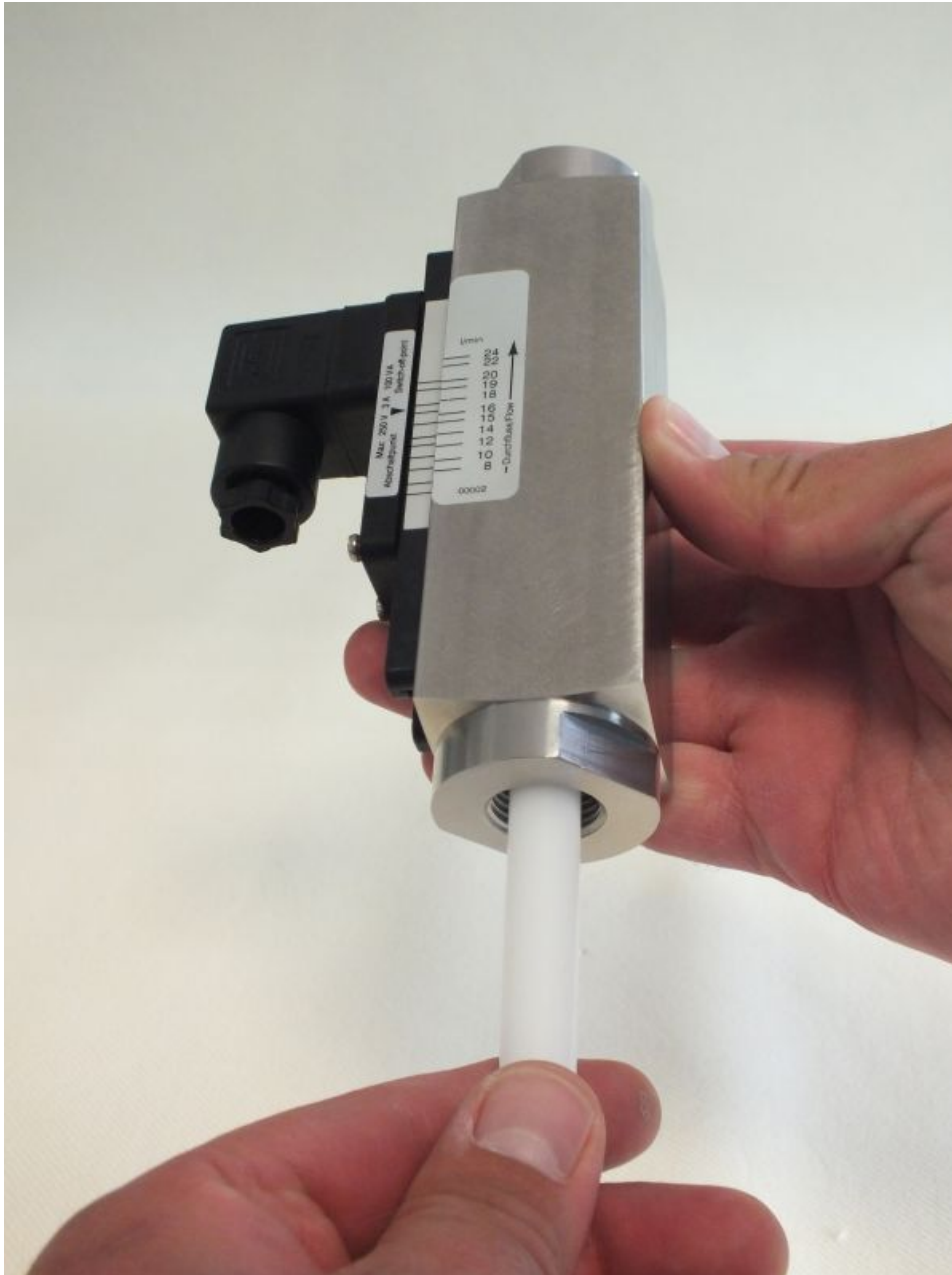

Abb. 72: Gängigkeit prüfen
14. Schwebekörper durch Druck mit dem Prüfstab (Abb. 72) auf leichte Gängigkeit prüfen